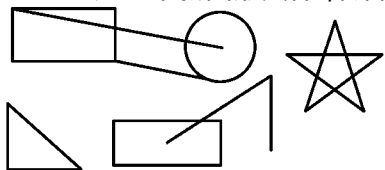

图 1.6 练习图形
4. 在图形文件“练习一”中,练习使用 AutoCAD 命令的几种输入方式。并使用状态栏中的“正交”、“极轴”、“对象捕捉”、“对象追踪”、“DYN”等工具按钮,练习图形如图 1.6 所示。